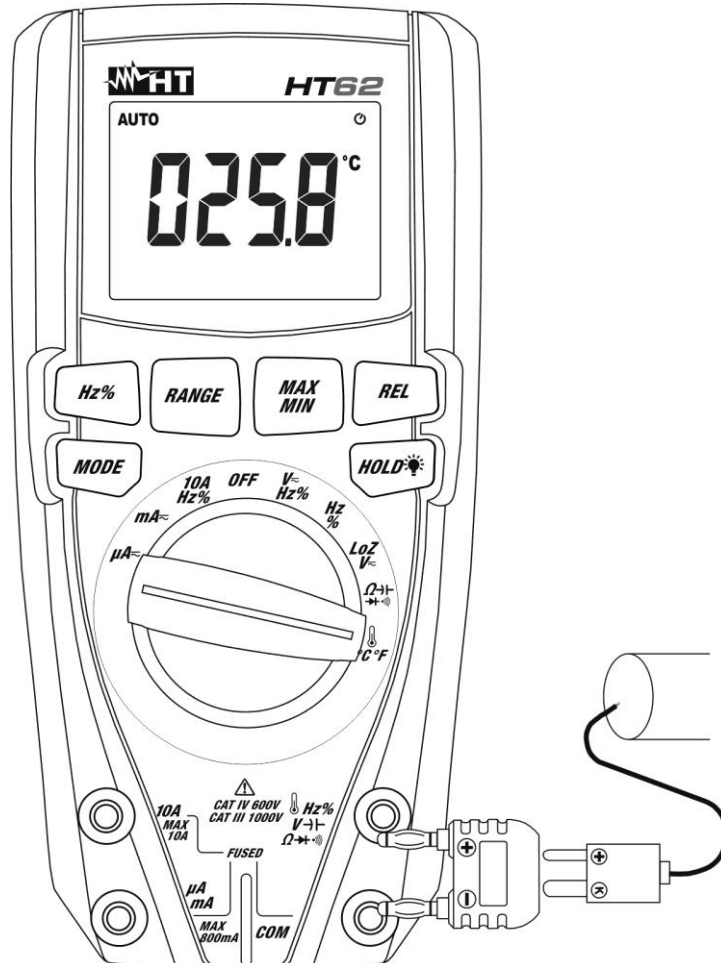

Fig. 9: Uso dello strumento per misura di Temperatura
3. Inserire l’adattatore in dotazione nei terminali di ingresso  $\text{Hz}\%V\text{-}\Omega\text{-}\text{+}$  (polarità +) e **COM** (polarità -) (vedere Fig. 9)